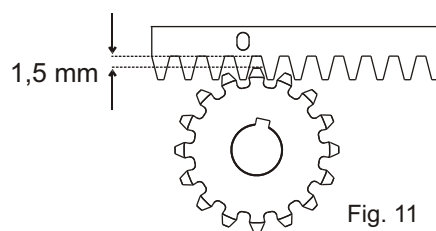

Fig. 11
6. CONEXIÓN DE TIERRA (Fig. 11)